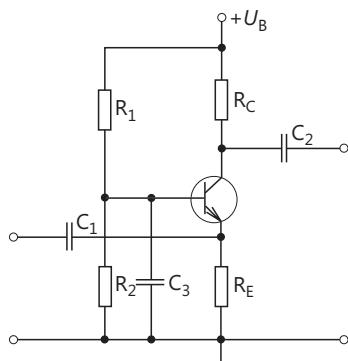

Bild 7.62
24. Was stellt die Schaltung Bild 7.62 dar?